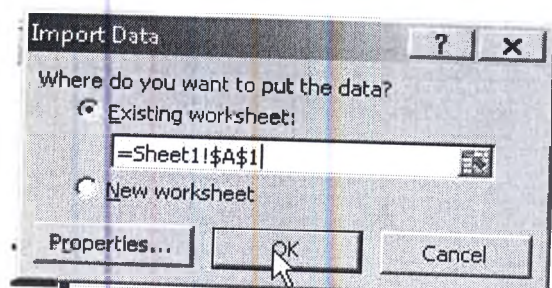

Рис. 6.3.3: Меню импорта данных
- ➔ Теперь появится всплывающее меню «Импорт данных» (Import data). Выберите доступный лист (рис. 6.3.3) и нажмите кнопку «ОК».